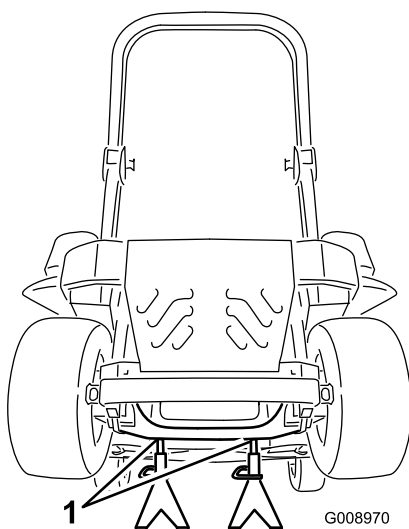

Figura 91
3. Eleve a máquina e apoie-a (Figura 91).
9. Retire os macacos e baixe a máquina (Figura 91).